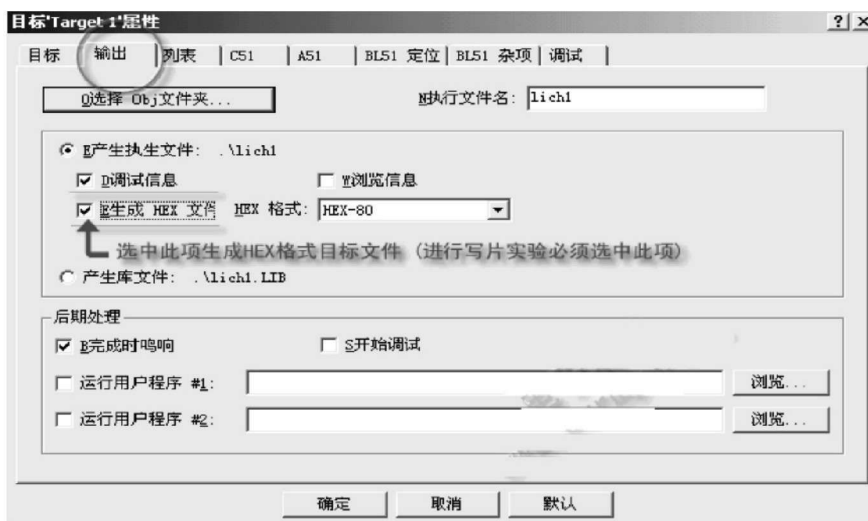

图 1.15: 工程输出设置
② 工程输出设置。该页面设置如下图 1.15 所示。注意：如果要进行单片机写片实验，则一定要把“E 生成 HEX 文件”选项选中，程序编译后才能生成我们写单片机需要的 HEX 格式目标文件。